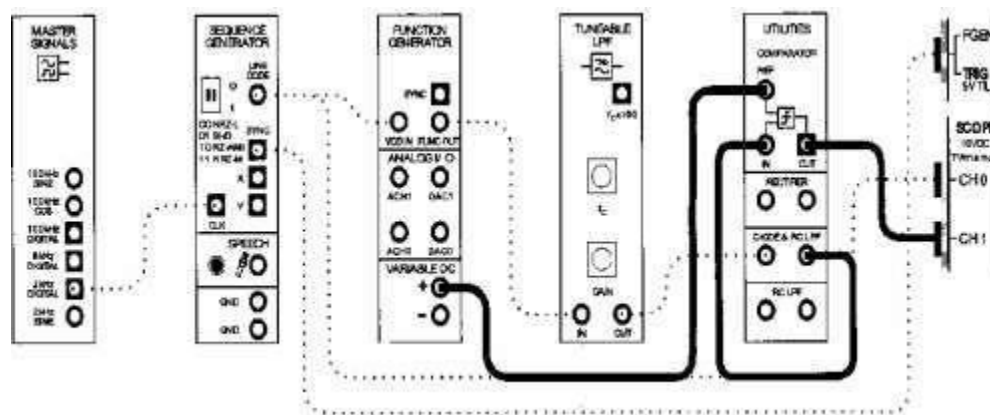

Figura 8.4
2. En el módulo de UTILITIES La salida DIODE & RC LPF conectarla a la entrada IN del comparador, el voltaje positivo de la fuente de alimentación variable (0V) conectarlo a la entrada REF, observar en el Osciloscopio el código de línea y del comparador (Figura 8.4).